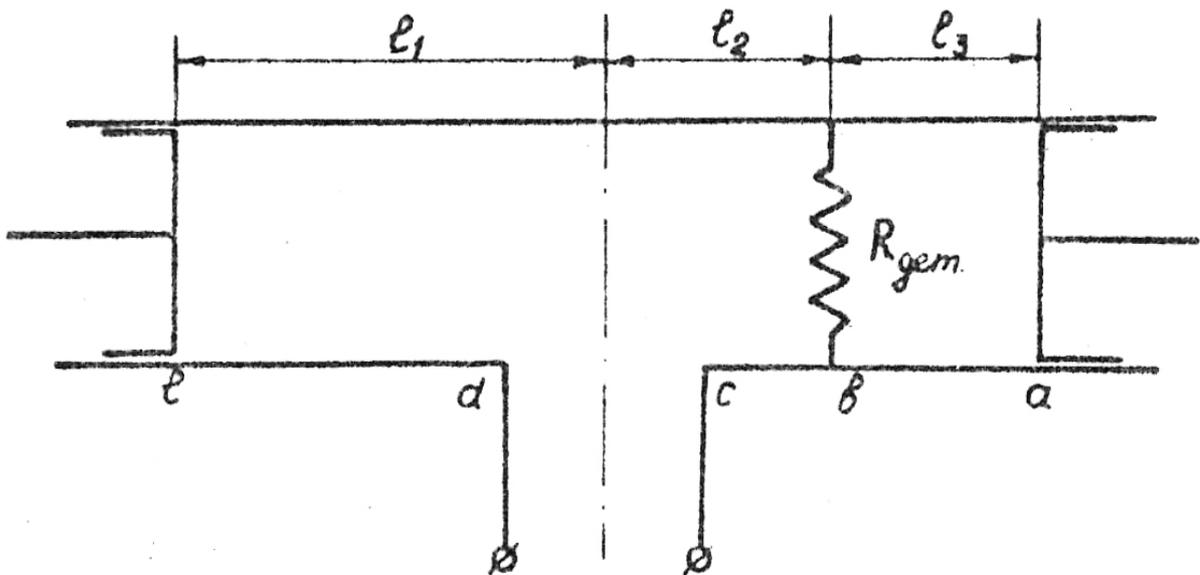

Рис.5. Эквивалентная схема зонда линии типа PI-4.
звоняет ввести реактивное сопротивление для компенсации рассогласованного между зондом и детектором (9) и тем самым настроить измерительную головку в резонанс. Контур детектора и контур зонда (внутренняя и внешняя коаксиальная линии) соединены последовательно (рис.5). Отрезок ac соответствует внешней коаксиальной линии, а отрезок dl – внутренней коаксиальной линии. Изменение длин l_1 и l_2 позволяет получить в точках cd сопротивление с любой реактивной составляющей, в том числе и сопротивление, равное сопротивлению зонда, но с противоположным знаком.